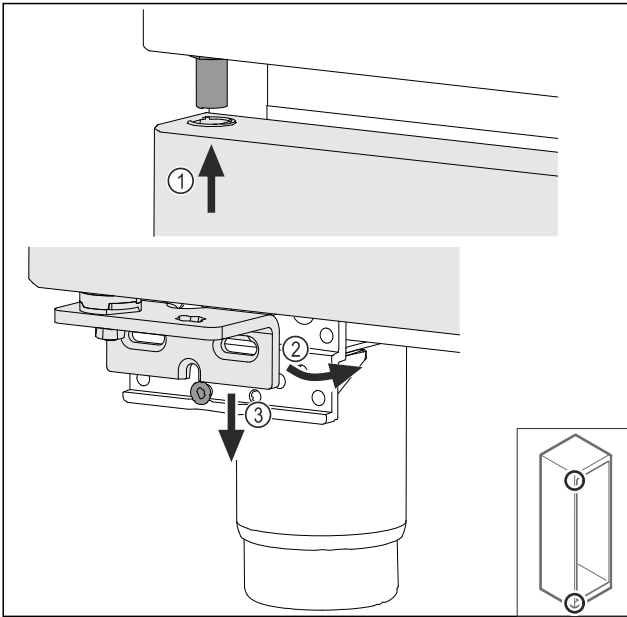

Fig. 70
- 使门稍微倾斜，并从顶部穿入 Fig. 70 (1)，摆正门 Fig. 70 (2) 并将底部安放在托架螺栓 Fig. 70 (3) 上。